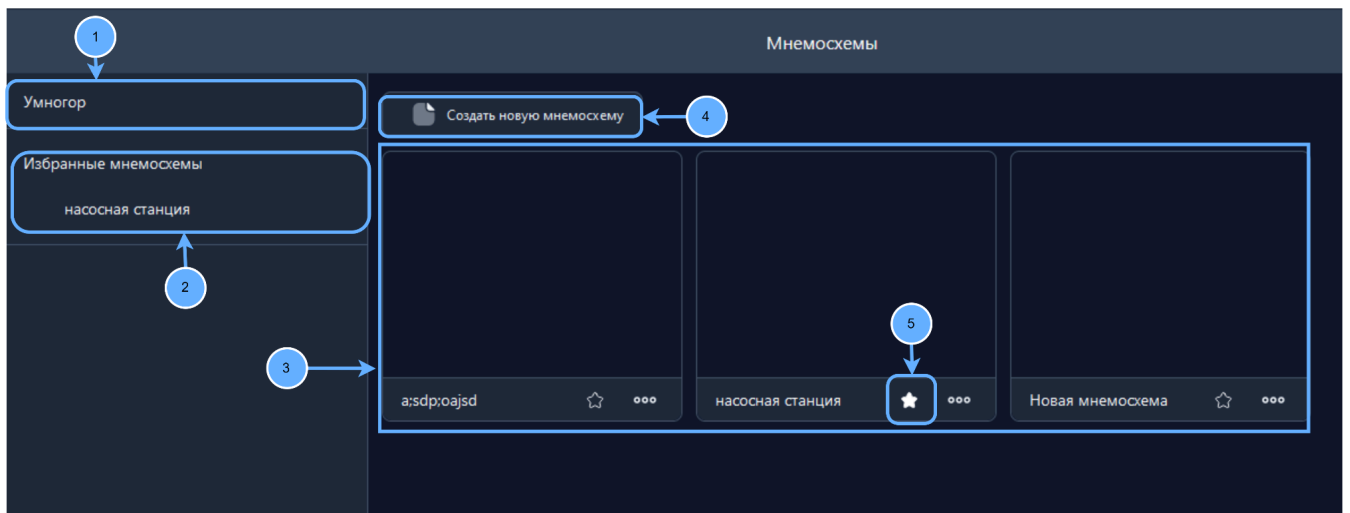

Рисунок 18 - Внешний вид интерфейса SCADA
Для создания новой мнемосхемы нажмите на кнопку «Создать новую мнемосхему», которая расположена в левом верхнем углу (рис. 18).
Для добавления мнемосхем в избранное необходимо нажать на кнопку  (рис. 18 (5)). Название мнемосхемы отобразится на левой панели в перечне избранного. Перейти на созданную мнемосхему можно нажатием по названию в основном перечне мнемосхем или по нажатию на левой панели по названию мнемосхемы из перечня избранного.